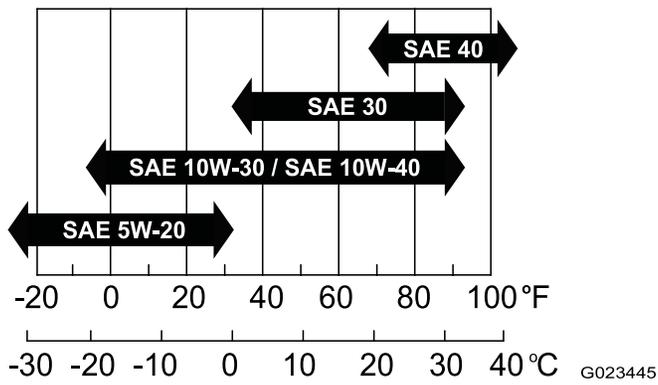

图14
- **粘度：** SAE 30；请参阅下表了解其他粘度（图14）：